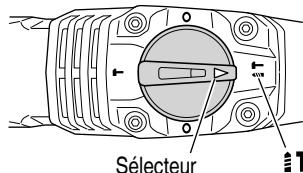

Fig. 15
- (b) Alignez ▲ du levier du sélecteur et **T** du couvercle de la manivelle comme illustré à la Fig. 15.